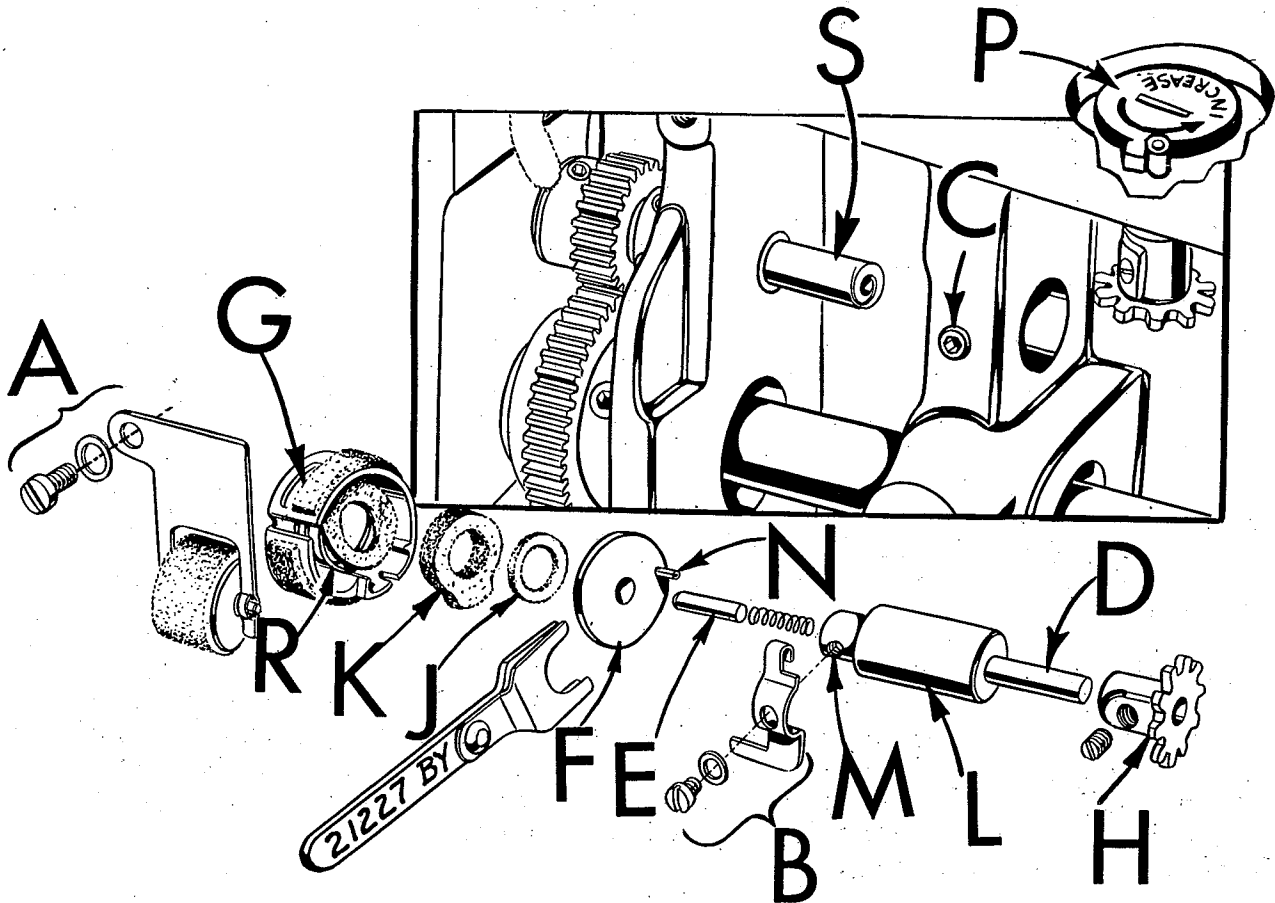

Fig. 20
La lubricación del gancho se lleva a cabo mediante una bomba rotativo de alta velocidad situada en el extremo del eje del gancho. La cantidad del aceite suministrado al gancho se regula por el trayecto más largo o más corto que tiene que correr por el fieltro de medición de la copa medidora. (G, Fig. 20). (El aumento o reducción del suministro de aceite se regula mediante el cuadrante (P, Fig. 20) con una flecha marcada "INCREASE", que se encuentra debajo de la placa de la tela). El rodillo alimentador de aceite del
gancho (A, Fig. 20) el cual descansa sobre el fieltro de la copa medidora, sirve no solo para alimentar el aceite a la unidad desde el depósito de aceite, sino que filtra también el aceite.
1. Quítese el rodillo alimentador de aceite del gancho (A, Fig.20)
2. Quítese del gancho (B) el indicador del control de aceite.
3. Empújese con el dedo el eje de control de aceite del gancho (D) para impedir que se pierda el pasador-pivote del disco de la bomba (E), usando una llave Allen, aflójese el tornillo de sujeción (C). Muévase el conjunto despacio, hacia la derecha, teniendo cuidado que no se caiga el pasador-pivote situado en el extremo del eje del control de aceite del gancho. Cuando el pasador-pivote está libre del disco de la bomba (F), el disco puede caer.
4. Quítese la copa medidora (G) con el fieltro del suministro de aceite (K) y el fieltro para precintar el aire (J).
5. Quítese el diente de rueda (H) del eje de control del aceite del gancho.
1. Quítese y sepárese el fieltro sellador de aire (J, Fig. 20) del fieltro suministrador de aceite (K).
2. Cerciórese de que el extremo pequeño del resorte precintador de aire (R) esté situado en el perno de la copa medidora detrás del fieltro anexo a la copa. Colóquese la copa medidora (G) y el resorte precintador de aire en el eje del gancho (S) con el extremo abierto hacia el extremo de la rueda de mano de la máquina (Fig. 20).